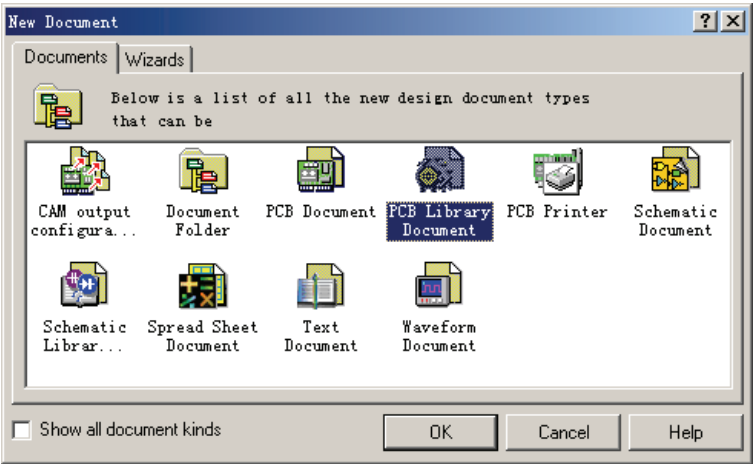

图 5-82 “New Document”对话框
1) 选择“File”→“New”命令，显示“New Document”对话框，从对话框中选择“PCB Library Document（元器件封装编辑器）”图标，如图 5-82 所示。